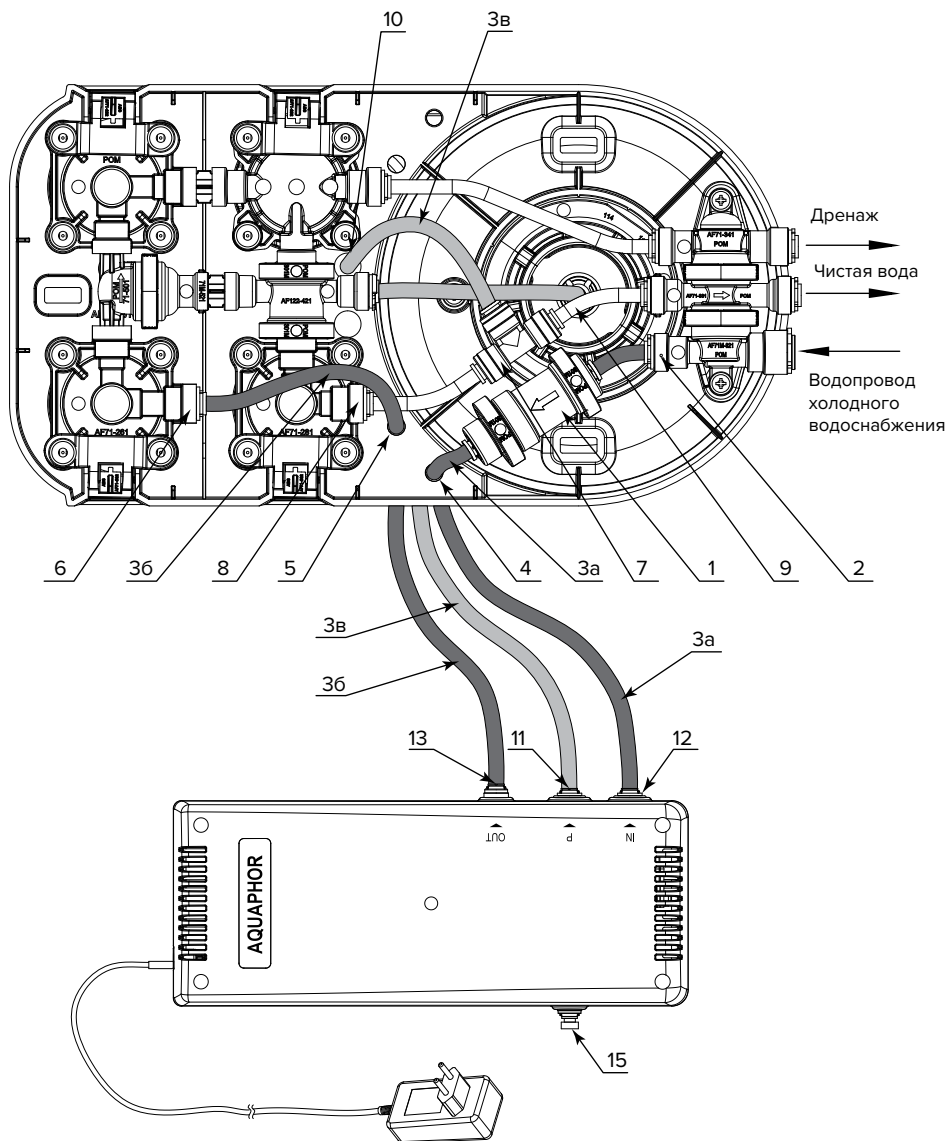

Рисунок 5. Схема подключения КПД к автоматам питьевой воды Аквафор Марион DWM-101S и DWM-101
## ПОДКЛЮЧЕНИЕ КПД К АВТОМАТУ ПИТЬЕВОЙ ВОДЫ АКВАФОР МОРИОН DWM-101S И DWM-101 (рис. 5)
- Установите в выходной штуцер реле высокого давления заглушку (15) (входит в комплект поставки КПД).
- Отсоедините трубку, входящую в комплект DWM, от штуцеров (2) и (6).
- Отсоедините трубку (9) от штуцера (8).
- Подключите собранный редуктор с трубкой (1), входящий в комплектацию КПД, к штуцеру (2). Убедитесь, что направление стрелки на корпусе редуктора соответствует показанному на рис. 5. После чего проденьте трубку JG (in) (3а) в технологическое отверстие (4) в консоли, подсоедините ее одним концом к свободному выходу редуктора (1), другим концом – к входному штуцеру (12) КПД.
- Трубку JG (out) (3б) проденьте в технологическое отверстие (5) в консоли, подсоедините ее одним концом к штуцеру (6) другим концом – к штуцеру (13) КПД.
- Подключите собранный тройник с трубкой (7), входящий в комплектацию КПД, к штуцеру (8). После чего трубку JG (9), входящую в схему DWM, подключите к тройнику (7), как показано на рис. 5. Один конец трубки JG (3в) (входит в комплектацию КПД), предварительно продев его в технологическое отверстие (10) в консоли, подключите к свободному выходу тройника (7). Второй конец трубки подключите к штуцеру (11).
- Закройте крышку DWM. Проверьте, установку заглушки (15) в одиночный штуцер КПД (рис. 5). Заглушка должна быть вставлена в штуцер до упора и зафиксирована клипсой (рис. 2а).